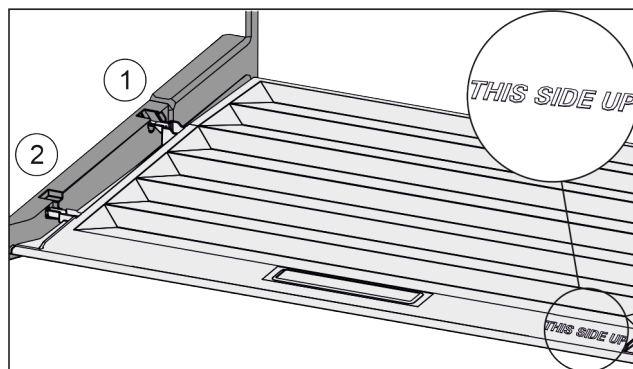

Fig. 158
- Sätt in lockbygeln över öppningen för den bakre hållaren Fig. 158 (1) och fäst den framtill i hållaren Fig. 158 (2).